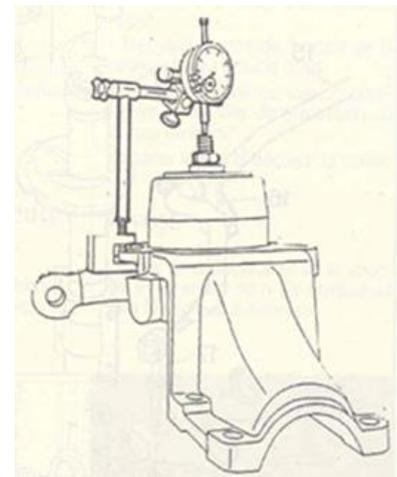

Figure 2
- 3) Placer un comparateur sur l'extrémité de la vis (fig. 2) et relever le jeu axial compris entre 0.02 et 0.10 mm qui sera réglé grâce à l'entretoise